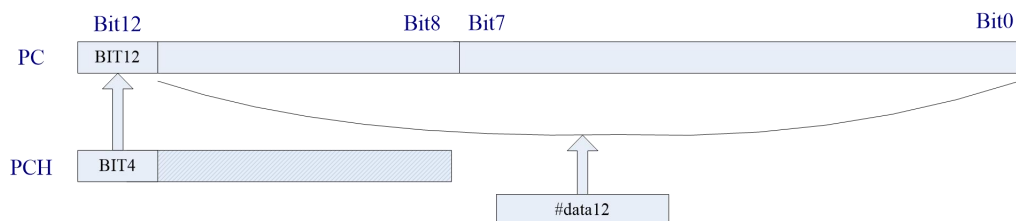

图 3.4 执行 JMP、CALL 指令时 PC 的变化图
在执行 JMP 或者 CALL 指令时，程序计数器 (PC) 的值将变为 PCH.bit4 以及指令所带立即数 (#data12)，如图 3.4 所示。